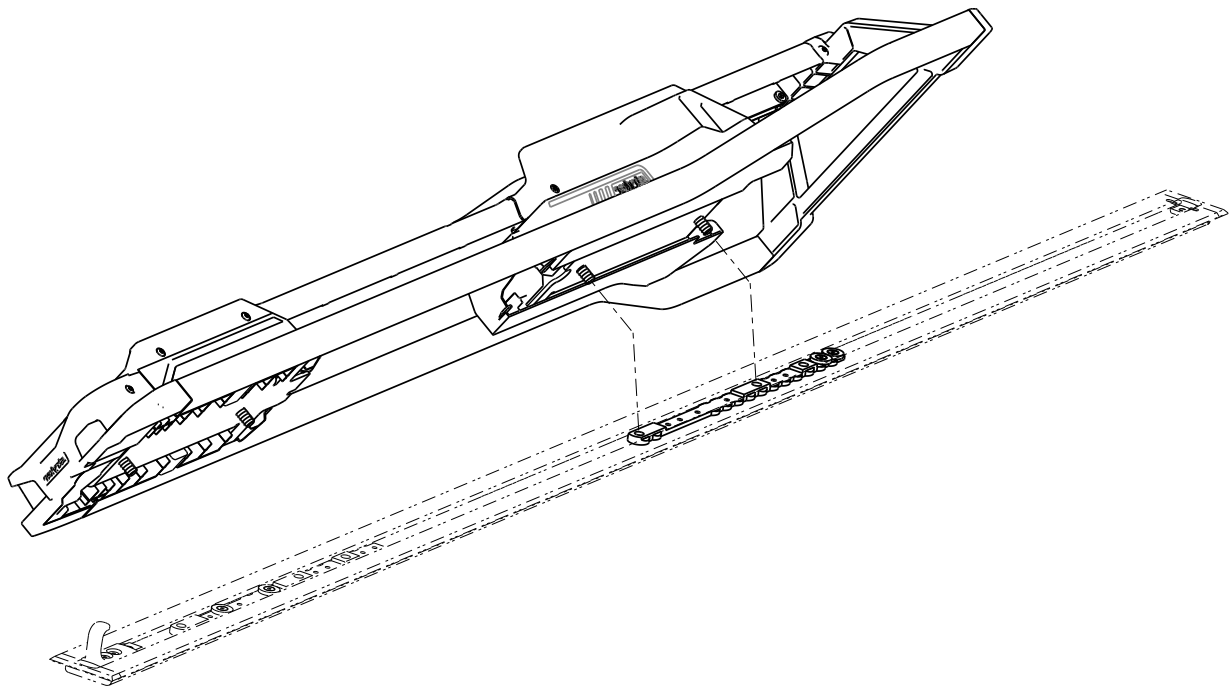

Figura 11 – Alinhamento do Performance-LOAD
1. Coloque o **Performance-LOAD** por cima do conjunto da placa de piso. Alinhe os dois parafusos na extremidade do lado da cabeça com os dois orifícios na cunha (Figura 11).